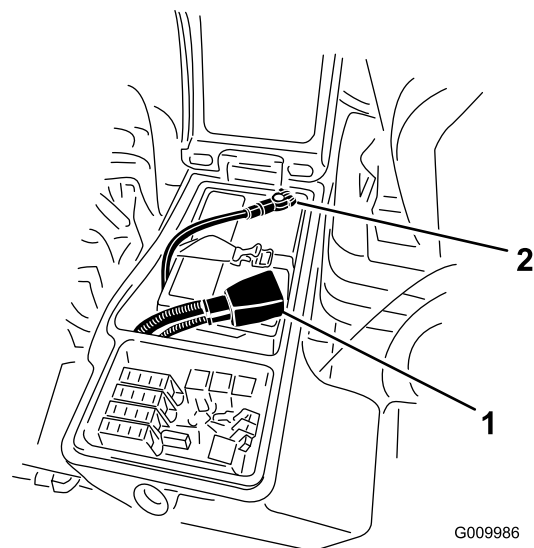

図 49
3. バッテリーのマイナス-端子からマイナスケーブル黒を外し、次に、プラス+端子からプラスケーブル赤を外す 図 49。
6. 赤いケーブルをバッテリーの端子に、黒いケーブルはバッテリーの端子に固定する 図 49